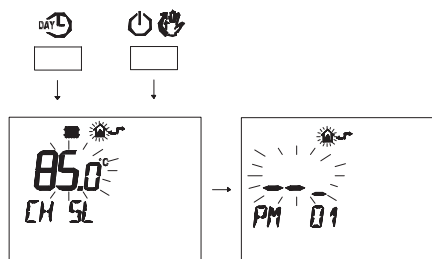

Figura 5.46
- Premere contemporaneamente i pulsanti **DAY** e **☀** per entrare nella programmazione trasparente (Figura 5.46).